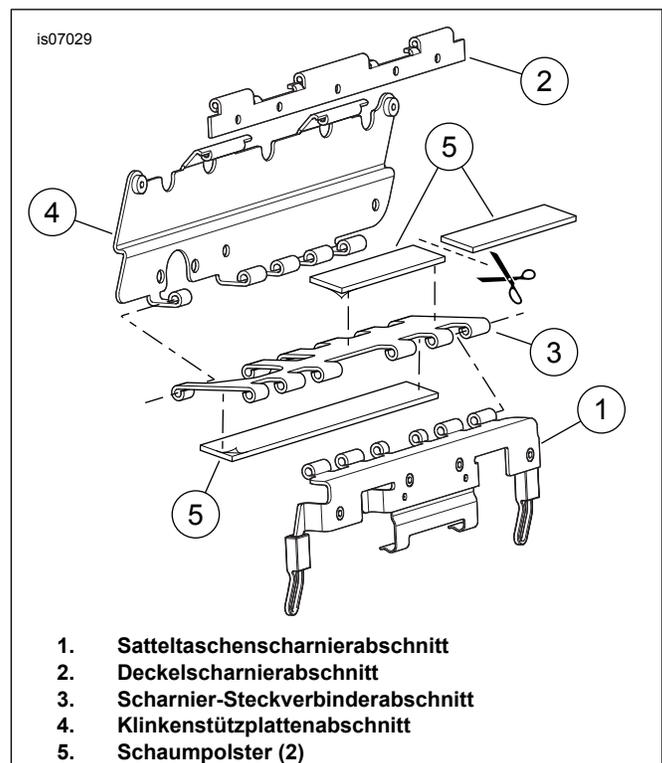

Abbildung 3. Schaumpolster an Scharnier der Satteltaschenklinke (linke Seite abgebildet) einbauen
Siehe Abbildung 3. Das Scharnier der Satteltaschenklinke ist zur Verdeutlichung mit entfernten Stiften abgebildet.
15. Zwei Schaumstoffpolster (Abbildung 7, Teil 15) aus dem Satz nehmen. Ein Schaumpolster in die Hälfte schneiden, wie in Abbildung 3 abgebildet. Die Schutzfolie von der selbstklebenden Seite des **nicht zugeschnittenen** Polsters abziehen und dieses auf die flache Seite des Scharnierverbinders (3) drücken. Die Schutzfolie von der Klebstoffseite des geschnittenen Polsters abziehen und wie abgebildet an der Scharnierseite des Klinken-Steckverbinderabschnitts anbringen.